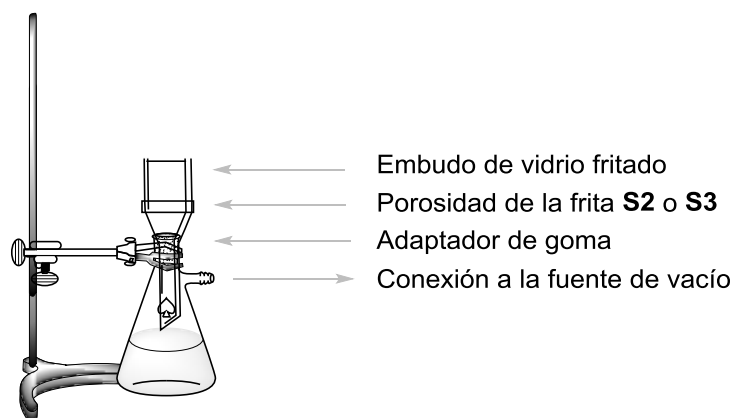

Figura 3. Armado del equipo de filtración al vacío.
2. Arma un aparato de filtración al vacío (Figura 3) usando un embudo de vidrio fritado de porosidad **S2** (tiene una marca blanca) y asegúralo al soporte con una agarradera pequeña. Conecta el kitasato a la fuente de vacío. Transfiere la suspensión del producto **B** (paso No. IV.1) dentro del embudo de vidrio fritado, deja que el sólido decante y abre la válvula de vacío. *Precaución:* avisa al asistente de laboratorio antes y después de manipular la válvula. Lava el sólido con 6 cm³ de agua destilada, hasta que el pH del filtrado sea aproximadamente 6. Mantén conectado el vacío durante aproximadamente 5 minutos para secar un poco el producto. Desconecta la fuente de vacío. Usa la espátula para transferir el producto blanco B a un vial de vidrio rotulado **Student code B** y déjalo descubierto sobre la mesada para que se seque. Descarta el filtrado en la pileta y lava el kitasato.